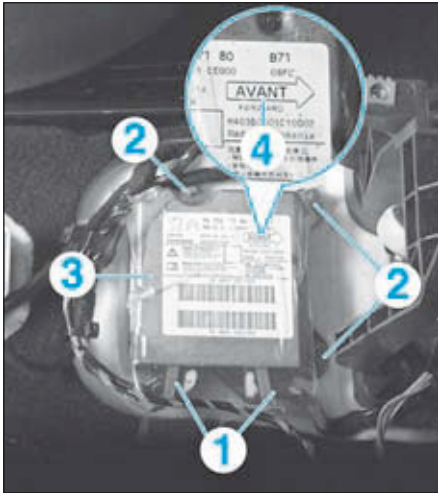

FIG.22
- Débrancher les connecteurs (1) (Fig.22).
- Déposer les écrous (2) et le calculateur d'airbags (3).